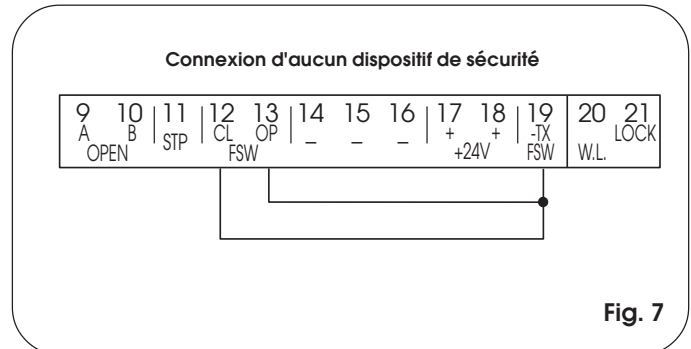

Fig. 7
**Nota bene:** Si on ne connecte aucun dispositif de sécurité en fermeture, pointer les bornes CL et -TX FSW (fig. 7).
**Nota bene:** Si on ne connecte aucun dispositif de sécurité en ouverture, pointer les entrées OP et -TX FSW (fig. 7).